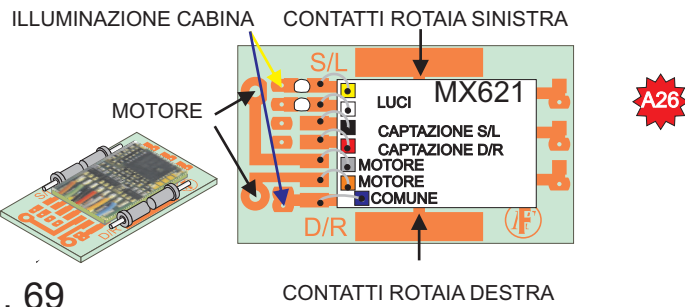

fig. 69
36) Collegamento con decoder digitale (fig 69). Questo modello è stato predisposto per l'installazione del decoder digitale ZIMO MX 621 oppure equivalente delle stesse caratteristiche rispettando l'ordine delle connessioni mostrate in fig. n°69. Effettuare due fori con punta da 0.8 o 1 mm nelle piazzole indicate dalle frecce (Motore). Saldare poi i quattro pin [L5] per i contatti della captazione. Per l'installazione del decoder consigliamo di isolare la parte di appoggio inferiore con del nastro biadesivo. I fili del decoder dovranno essere rimossi e i collegamenti eseguiti con dei ponticelli. Collegare i fili di captazione